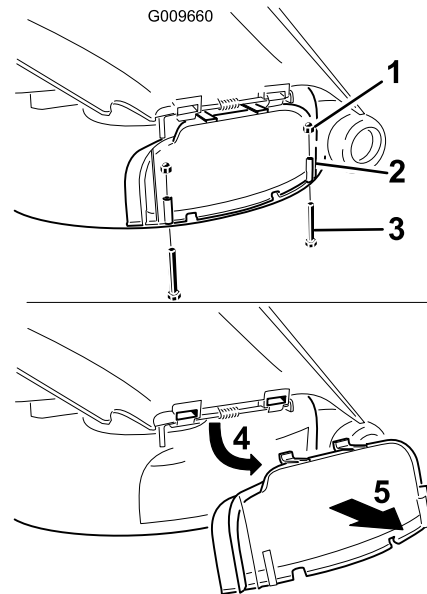

Figura 22
3. Retire los 2 pernos y tuercas que fijan la tapa de descarga al cortacésped (Figura 22).